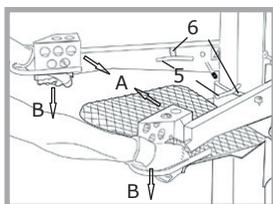

Abb. 5
Um das Holz beim Spaltvorgang festzuhalten (Abb. 5), sind an beiden Betätigungsarmen Holzklammungen (5) angebracht. Die Holzklammungen passen sich durch die angebrachten Druckfedern (6) stufenlos an jede Größe der Holzstämmen an. Um ein funktionell optimales und sicheres Spalten zu gewährleisten, muss sich der Holzstamm zentrisch bzw. mittig in der Holzklammung befinden.
Stellen Sie das zu spaltende Holz auf den Spalttisch und drücken Sie beide Betätigungsarme (Abb. 5; A) nach innen. Dadurch wird das Holz fixiert.
Um den Spaltvorgang zu starten, müssen beide Bedienhebel gleichzeitig (Abb. 5; B) nach unten gedrückt werden. Der Spaltkeil wird dadurch in Bewegung gesetzt.